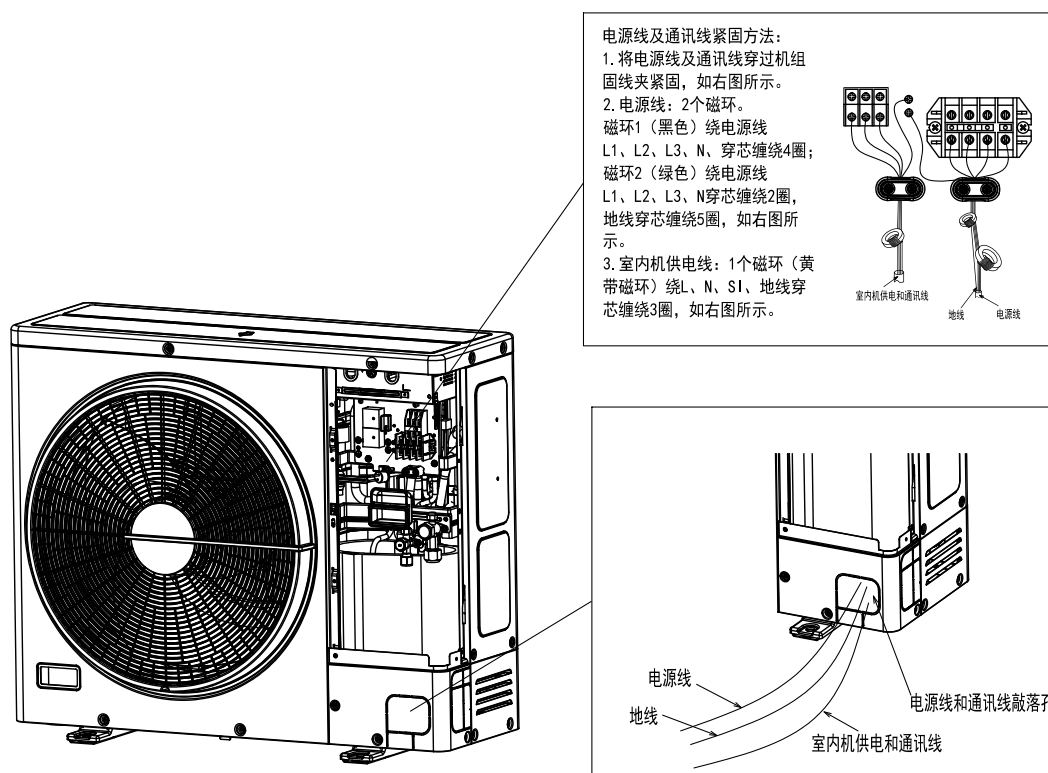

图6.2 120机型室外机接线示意图
- (1) 打开室外机维修盖；
- (2) 用螺丝刀卸下端子排下方的固线夹；
- (3) 将电源线穿过电控箱的接线孔和固线夹，连接电源线和地线到电控箱内相应端子上，具体接线见示意图6.2、6.3。电源线必须连接到漏电保护器，电源线规格参见表6.1，表6.2。
- (4) 盖好维修盖。